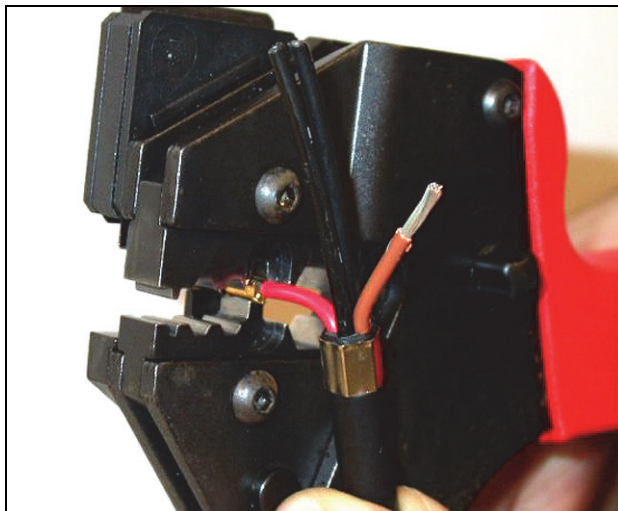

abbildung 30.14: Quetschen eines Buchsenkontakts (2)
- 11 Einen der abgezogenen Kupferdrähte in den Kontaktbereich des Buchsenkontakts schieben und die Crimp-Zange schließen, um damit den Buchsenkontakt auf das Kupferkabel zu drücken (siehe abbildung 30.14).